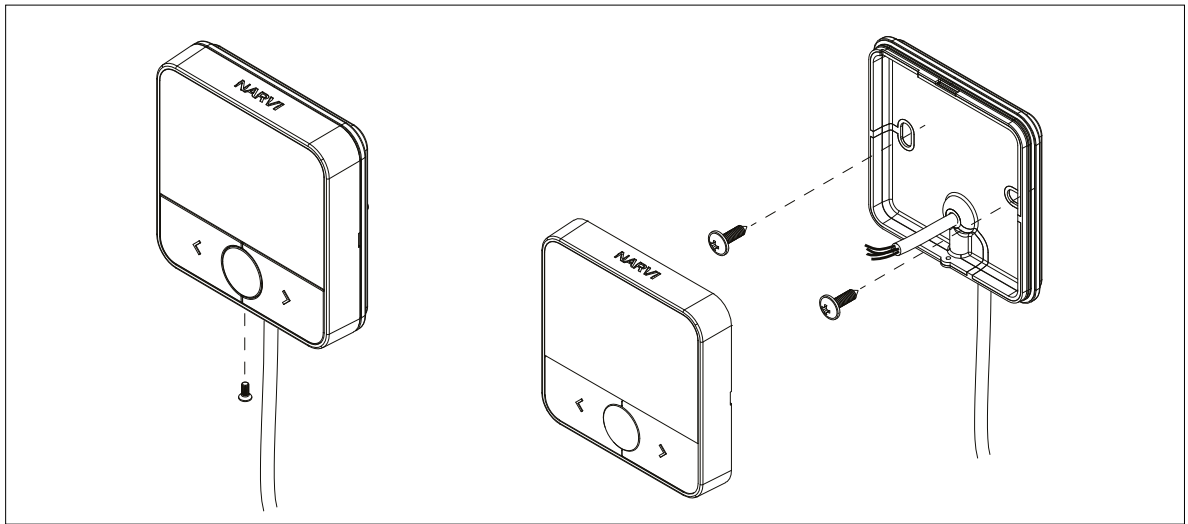

Abbildung 6.5-1 Installation des Bedienfeldes
- Die Rückwand des Bedienfelds wird mit den mitgelieferten Schrauben (2 Stk. Ø 4,2 x 13) an der Holzoberfläche der Wand befestigt. Die Schraube wird durch das ovale Weichteil geschraubt (Abbildung 6.5-1). Die Schrauben sollten nicht zu fest angezogen werden, um eine Beschädigung des Kunststoffes des Bedienfelds zu vermeiden. Für andere Oberflächenmaterialien oder beim Anbringen an einer Box werden die Befestigungsmaterialien entsprechend dem Oberflächenmaterial und der Befestigungsmethode ausgewählt.